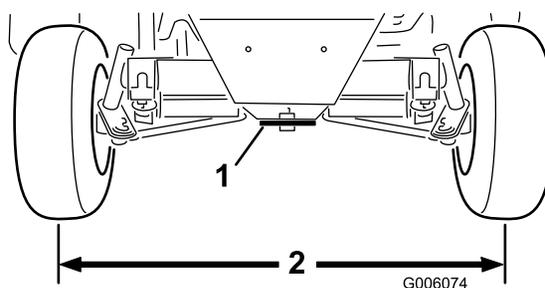

Figure 58
3. Réglez les biellettes jusqu'à ce que l'entraxe soit identique à l'avant et à l'arrière des roues arrière (Figure 58).